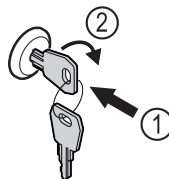

Fig. 57
- ▶ Dugja be a kulcsot Fig. 57 (1).
- ▶ Forgassa el a kulcsot 90°-kal az óramutató járásával megegyező irányba Fig. 57 (2).